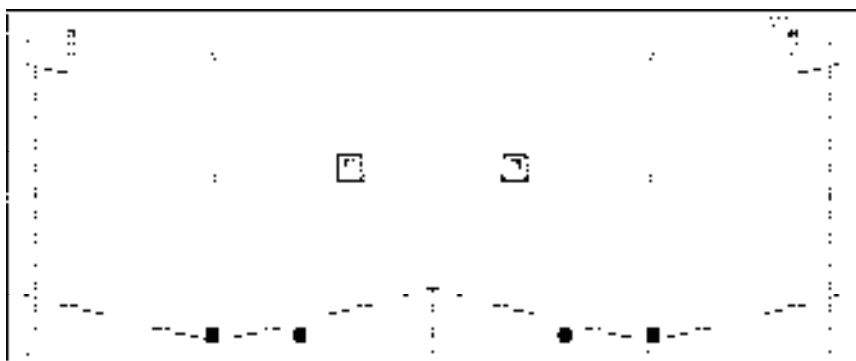

图 15-112 偏移并修剪线段
9) 调用“偏移”命令、“修剪”命令，偏移并修剪线段，如图 15-112 所示。